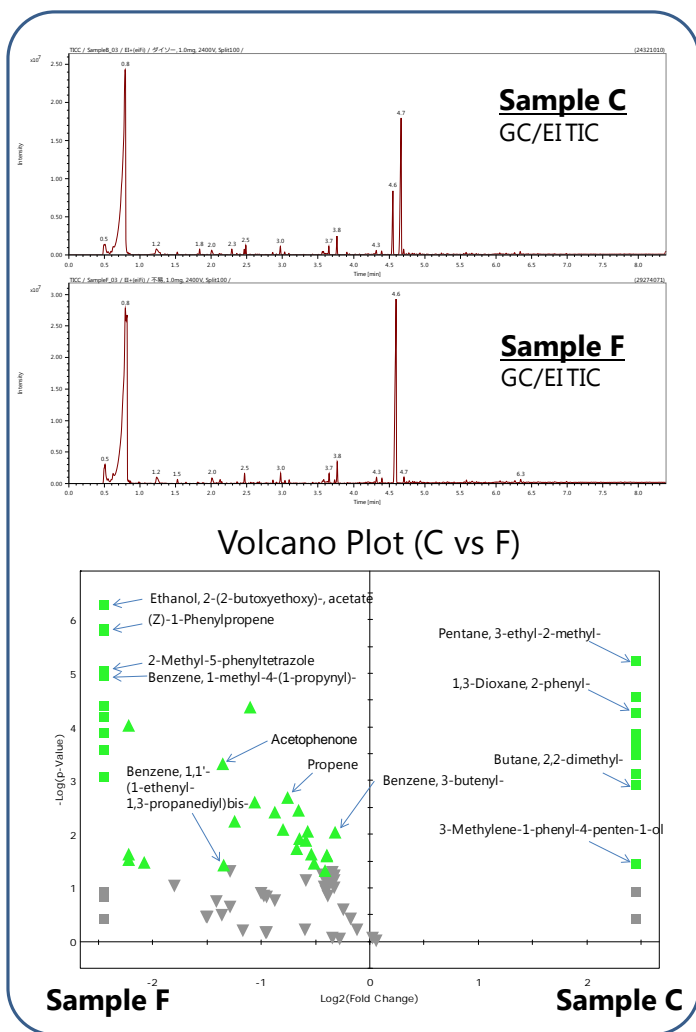
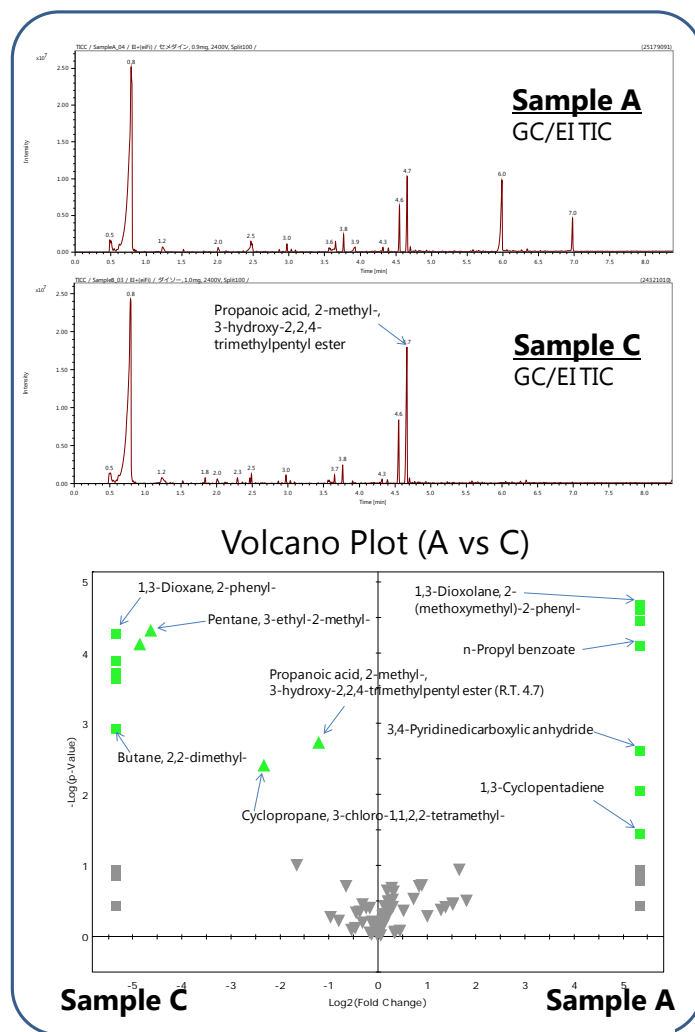

Fig.1 TIC chromatograms and Volcano plot for the sample C and F.
Fig.2 TIC chromatograms and Volcano plot for the sample A and C.
- Fig.1、2 のプロットでは一般的に有意水準とされる 5% ($p=0.05$) を超えた点を緑色で表現している。
Fig.1 に試料 C と F の TIC クロマトグラムと Volcano Plot を示す。試料 C と F は共通成分が多いが、共通成分は全て試料 F の方が多く含まれていた。C と F はかなり似た成分を有しているものの、添加剤などの含有分量に差があることが示された。Fig.2 に試料 A と C の TIC クロマトグラムと Volcano Plot を示す。試料 A と C は共通成分は少なく、各々独自の成分が多いことが示された。